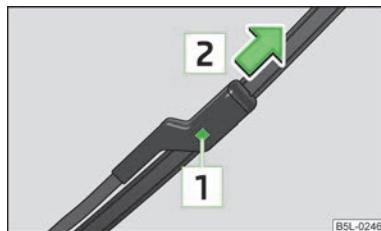

Fig. 32
- Presionar el seguro **1** » fig. 32 para desbloquear la escobilla y extraer en el sentido de la flecha **2**.